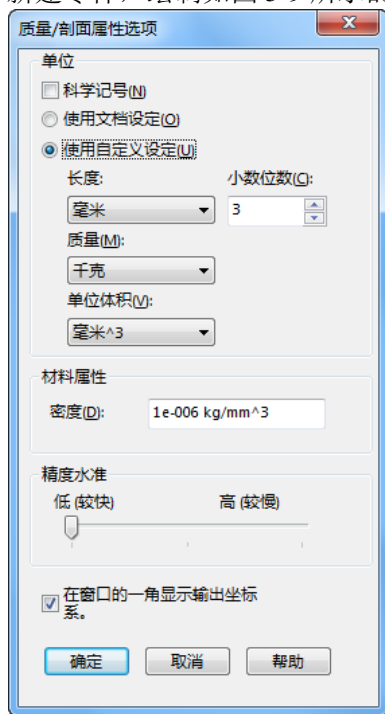

图 5-8 “质量/剖面属性选项”对话框
**03** 设置密度。单击“质量属性”属性管理器中的“选项”按钮，系统弹出如图 5-8 所示的“质量/剖面属性选项”对话框，单击“使用自定义设定”复选框，在“材料属性”的“密度”一栏中可以设置模型实体的密度。